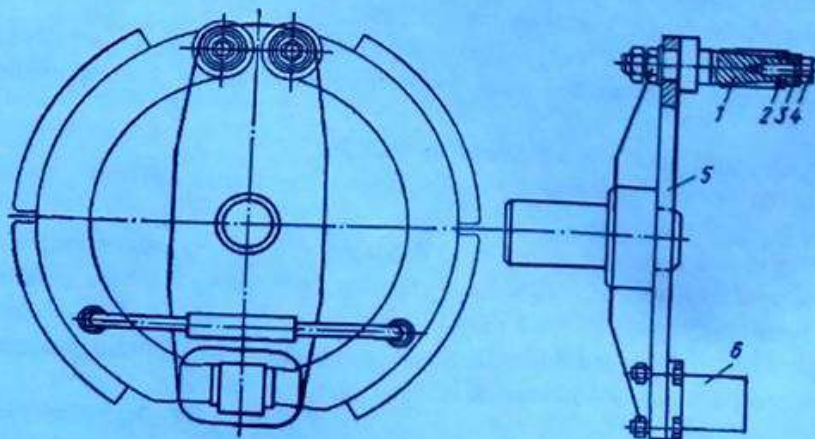

Рис. 4.10. Пристрій для проточування колодок гальмових механізмів
2. Встановити накладку на кондукторну плиту (рис. 4.10), закріпити і послідовно просвердлити з одночасним зенкуванням ступеневим свердлом отвори під заклепки.